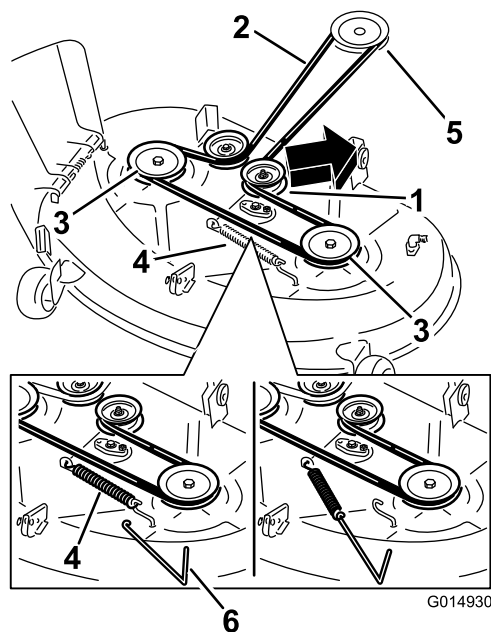

Figura 60
- Usando una herramienta para la retirada de muelles (Pieza Toro N° 92-5771), retire el muelle tensor del gancho de la carcasa para eliminar la tensión de la polea tensora, y retire la correa de las poleas (**Figura 60**).
- Pase la correa nueva alrededor de las poleas del motor y del cortacésped (**Figura 60**).
- Usando una herramienta para la retirada de muelles (Pieza Toro N° 92-5771), instale el muelle tensor sobre el gancho de la carcasa y tense la polea tensora y la correa (**Figura 60**).